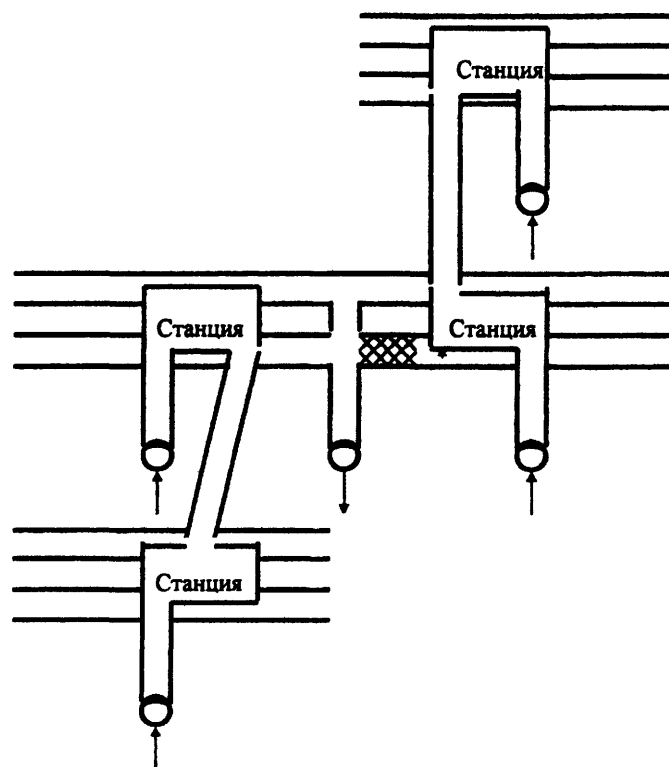

Рис. 3
- если одна из станций, ограничивающих перегон, или обе станции являются пересадочными, то вентиляционные шахты смежных станций включаются на приток (рис.3);